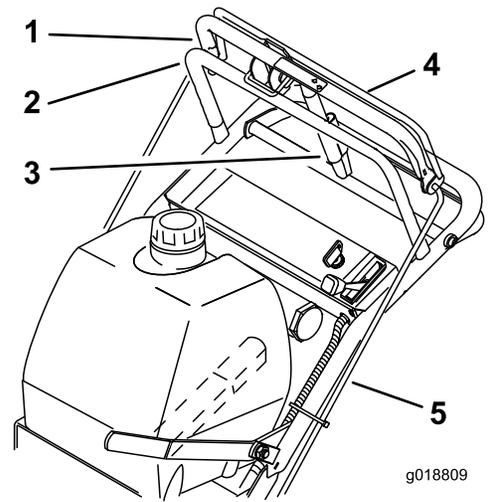

Figura 21
1. Compruebe el espacio entre la barra de control superior y la barra fija con la transmisión de las ruedas totalmente engranada. La distancia debe ser de 25 mm a 32 mm (1" a 1 1/4") aproximadamente; consulte Figura 21.